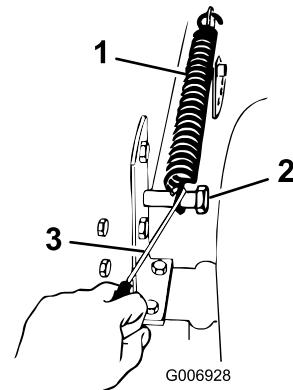

Figura 43
9. Retire el muelle de elevación que se encuentra entre el soporte de elevación del lado derecho del cortacésped y el perno de retención (Figura 43).